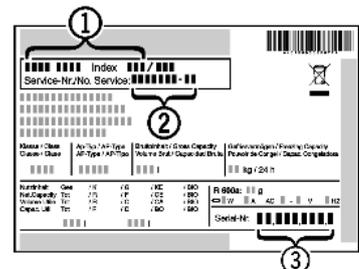

Fig. 25
- ▶ Relever la désignation de l'appareil *Fig. 25 (1)*, le n° de service *Fig. 25 (2)* et le n° de série *Fig. 25 (3)* sur la plaquette signalétique. Cette plaquette se trouve sur la paroi intérieure gauche de l'appareil.
- ▶ Informer le S.A.V. et lui communiquer la panne, la désignation de l'appareil *Fig. 25 (1)*, le n° de service *Fig. 25 (2)* et le n° de série *Fig. 25 (3)*.